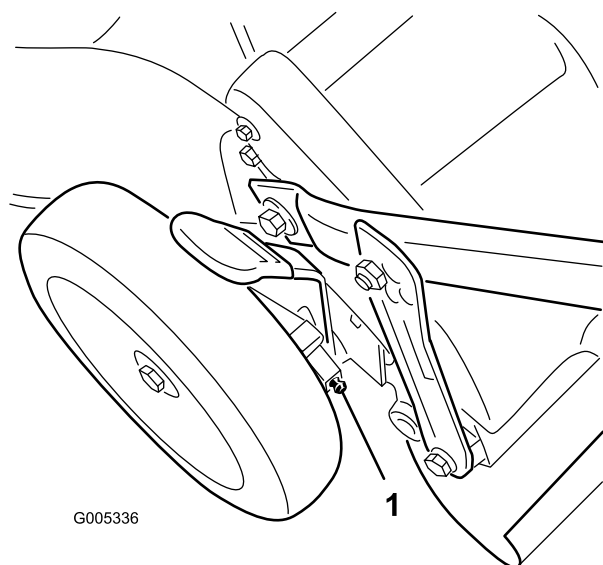

Figure 28
1. Essayez les graisseurs situés juste à l'intérieur des roues arrière avec un chiffon propre (Figure 28).